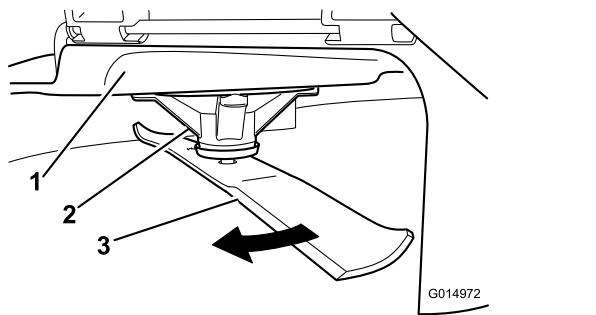

Figure 56
2. Enfilez des gants épais ou utilisez une autre protection adéquate pour les mains, et faites tourner la lame lentement jusqu'à une position permettant de mesurer correctement la distance entre le tranchant et la surface plane sur laquelle se trouve la machine (Figure 56).